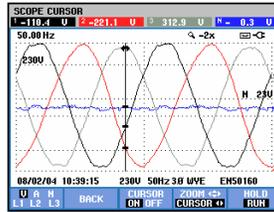

Figura 17-2. Visualización de la forma de onda, cursor activado
- Pulse F3 para activar el cursor. Utilice las teclas de flechas hacia la izquierda/hacia la derecha para mover el cursor horizontalmente por las formas de onda. El valor de las formas de onda en la posición del cursor aparece en el encabezado de la pantalla, como muestra la figura 17.2.